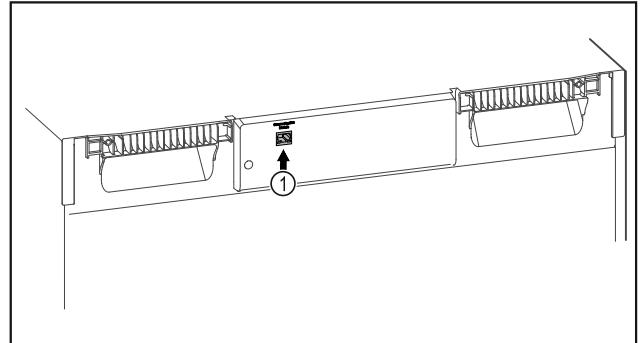

Fig. 88
- A SmartModule Fig. 88 (1) be van helyezve.